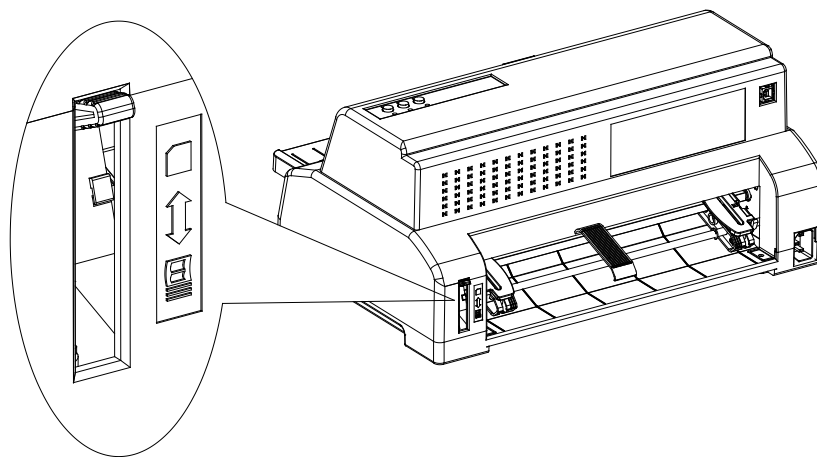

图 3-2 调整选纸手柄为单页纸
2. 将选纸手柄置于单页纸进纸方式位置。如图 3-2 所示。